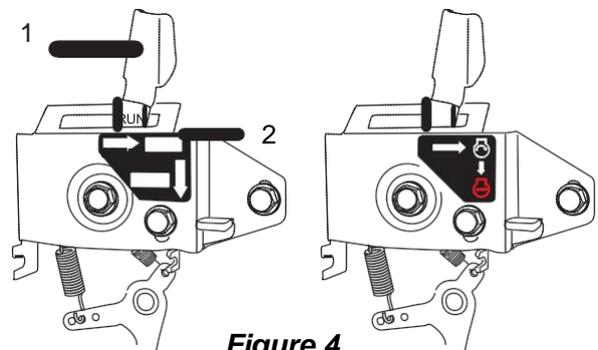

Figure 4
2. Si votre commande de vitesse moteur est similaire à **Figure 4** faites glisser le levier de commande de vitesse moteur **(Figure 4, (1))** sur MARCHE **(Figure 4, (2))** sur MARCHE